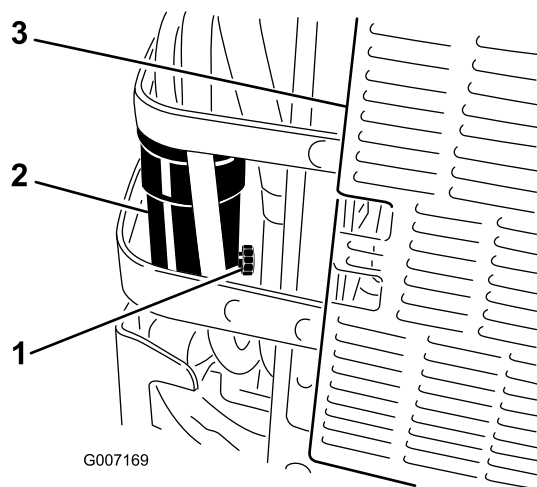

Figure 51
6. Dévissez le robinet de vidange du séparateur d'eau d'un tour environ pour vidanger l'eau et autres contaminants (Figure 51).
7. Fermez le robinet de vidange lorsque le gazole commence à sortir (Figure 51).